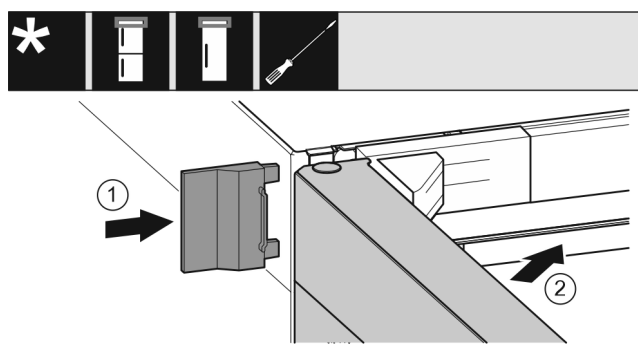

Fig. 22
- ▶ Desplace la cubierta exterior. Fig. 22 (1)
- ▶ Cierre la puerta superior. Fig. 22 (2)